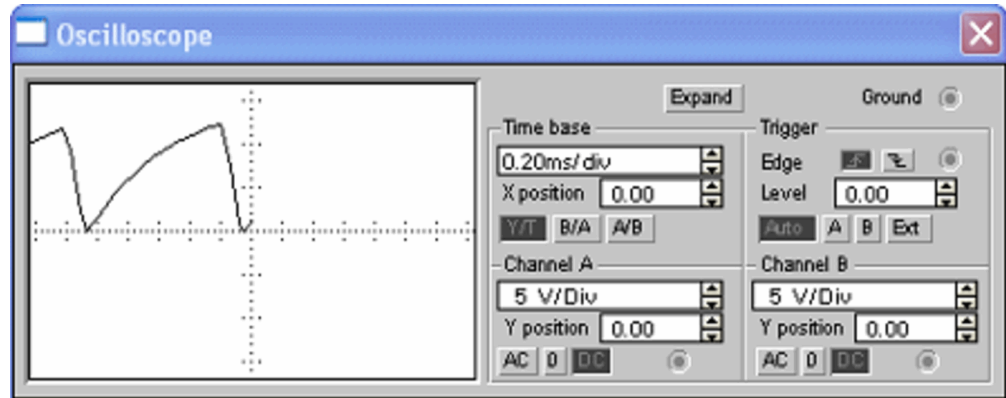

Рисунок 36 – Осциллограмма выходного напряжения.
5. Развернуть и настроить осциллограф, изменяя чувствительность и длительность развертки. На экране можно наблюдать изменение выходного сигнала (см. рисунок 36).